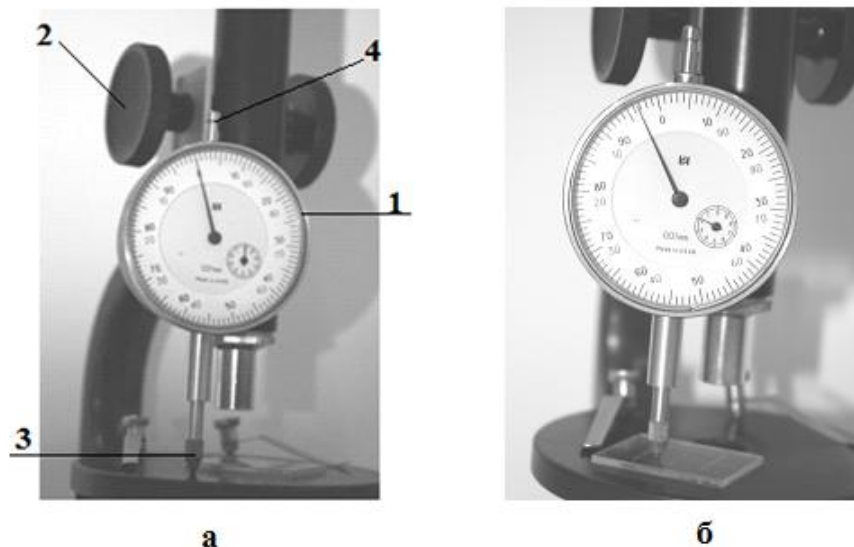

Рис. 2
Для проведения измерений на тубусе микроскопа закреплен микрометр 1 (рис.2,а). Цена деления большой круглой шкалы 0,01 мм, а маленькой – 1 мм. Вращая маховички 2, установить «ноль» маленькой круглой шкалы микрометра. На большой шкале «ноль» можно установить (после установки «ноля» малой шкалы) поворачивая накатанное кольцо корпуса микрометра. При правильной установке микрометра «на ноль» его щуп 3 касается предметного столика микроскопа (рис.2,а)
2. Установить показание микрометра «на ноль» рис. 2, а.
3. Приподнять штوك 4 микрометра и положить исследуемый образец под щуп микрометра (рис. 2,б). Снять показания с круглых шкал прибора (на рис. 2, б показан отсчет 2,97 мм). Микрометр покажет **действительную толщину** образца. Измерить толщину образца в трех различных точках.
8. Рассчитать среднее арифметическое значение величин h_1 , h_2 , H и, подставив их в формулу (4), рассчитать показатель преломления.